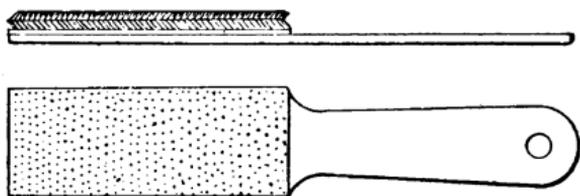

Fig. 108.
**Carde ou Brosse à Limes.** — La carde (fig. 108) sert à l'ajusteur pour nettoyer les limes douces et demi-douces.